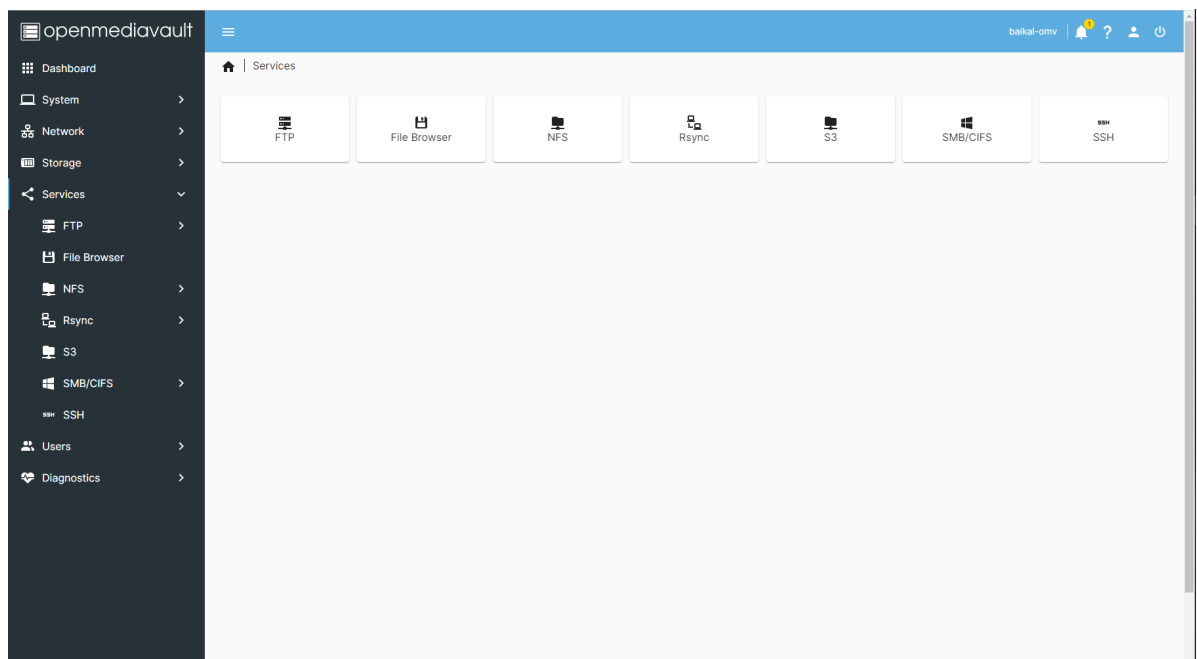

Рис. 62. Окно «Services»
- 5) Вкладка «Services» предоставляет доступ/вход в общие папки в сетевых службах (FTP (Сервис на основе proftpd. Предназначен для доступа к общим ресурсам с удалённого или локального компьютера.), File Browser (Интерфейс управления файлами), NFS (Протокол сетевой файловой системы), Rsync (Серверная служба. Общие папки можно определить как модули rsyncd. С помощью запланированных задач клиент rsync можно настроить для отправки или получения данных.), S3 (Высокопроизводительное хранилище объектов на базе MinIO, совместимое с S3), SMB/CIFS (протокол SMB, использующий Samba в качестве автономного сервера по умолчанию.), SSH (Удаленный доступ к оболочке с помощью openssh)). Окно «Services» показано на рис. 62 Окно «Services».